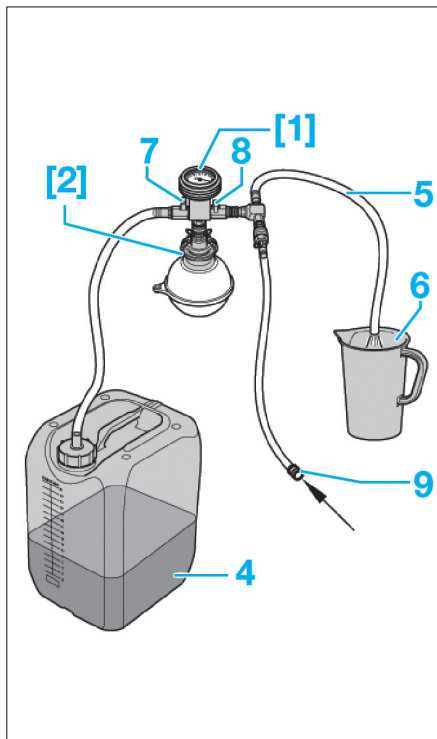

Fig. 34
- [1]. Appareil de remplissage du système de refroidissement (ref. VAS 6096) (Fig.34).
- [2]. Adaptateur (ref. VAG 1274/8) (Fig.34).
- Verser au moins 8 litres de liquide de refroidissement G12+ dans le réservoir (4), en respectant les proportions de mélange (eau/G12+ : 60/40 % pour une protection jusqu'à -25 °C, 50 % pour une protection jusqu'à -35 °C) (Fig.34).